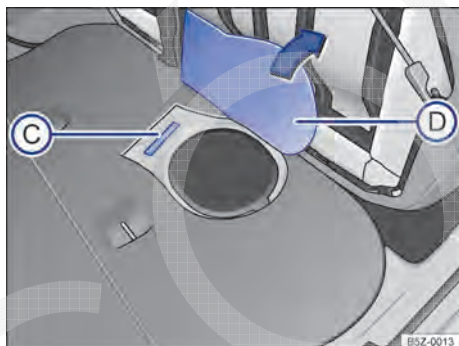

Fig. 193 Debaixo do banco traseiro sob o revestimento do assoalho (D): número de identificação do veículo (C).
O número de identificação do veículo está localizado debaixo do banco traseiro sob o revestimento do assoalho → Fig. 193 (C). Para encontrar o número de identificação do veículo, rebater o banco traseiro e levantar o revestimento do assoalho → Fig. 193 (D).